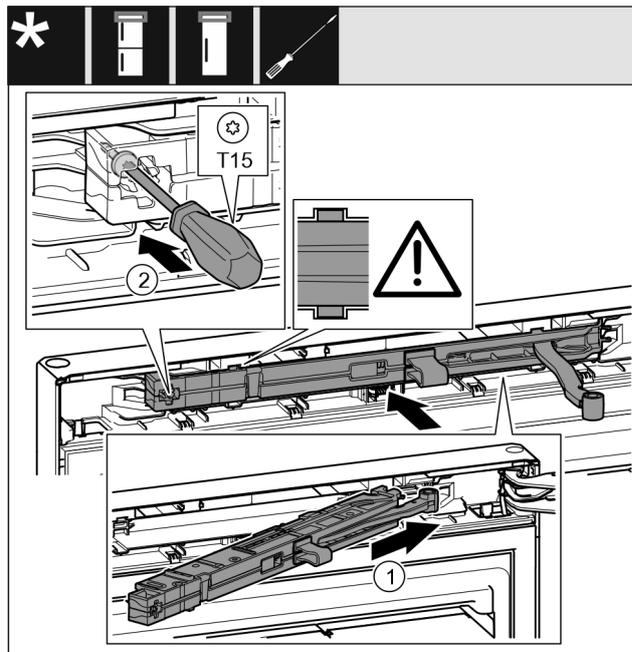

Fig. 51
- ▶ Inserire in diagonale l'unità dell'ammortizzatore di chiusura Fig. 51 (1) nel vano sul lato del blocco di supporto fino a battuta.
- ▶ Stringere la vite Fig. 51 (2) con un cacciavite.